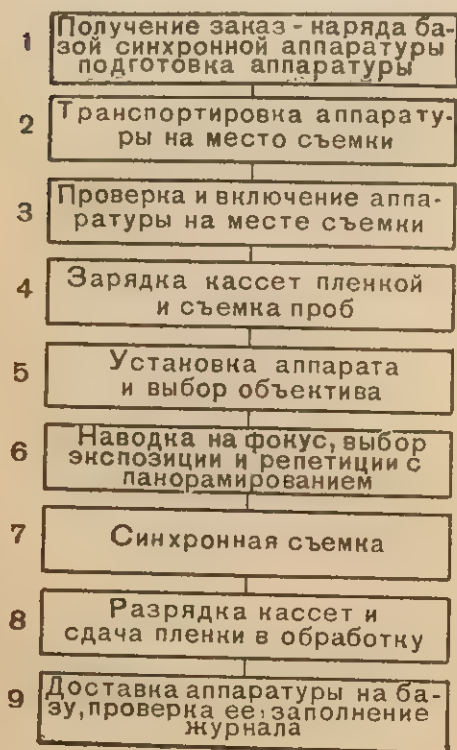

Рис. 77. Схема технологического процесса синхронной съемки
**Синхронная съемка.** На рис. 77 показана схема технологического процесса синхронной съемки: